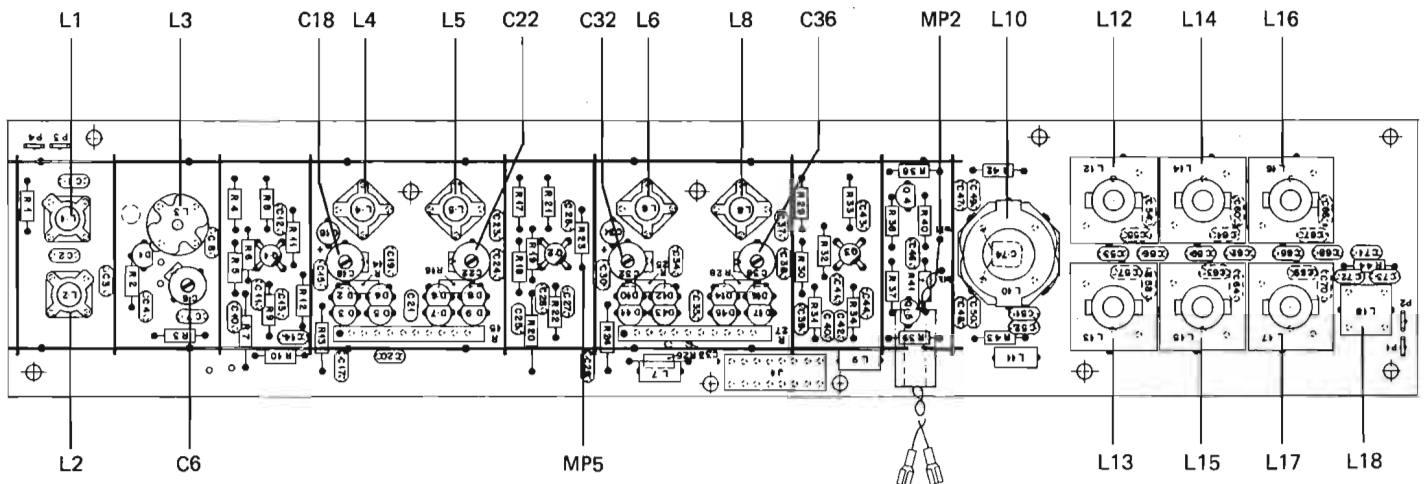
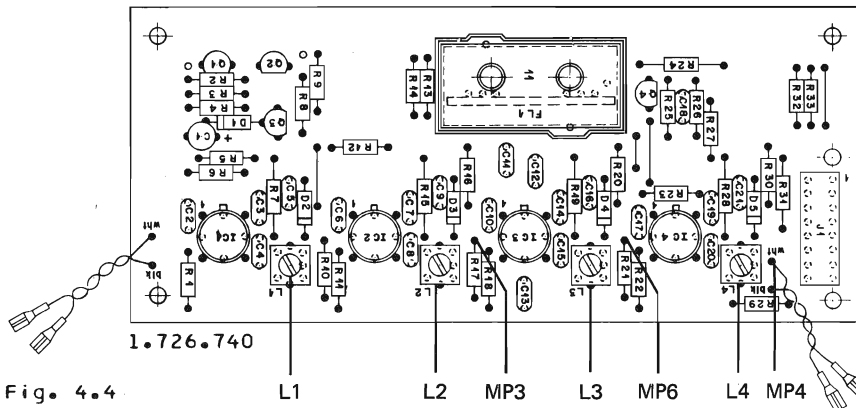

Fig. 4.3
Fig. 4.4
- Raccordez le fréquencemètre au point de mesure MP4 (câble blanc, 1.726.740, fig. 4.4).
- Raccordez le voltmètre HF au point de mesure MP3 (R17, IC3 broche 1, 1.726.740, fig 4.4).
- Pressez la touche de station 2 (90 MHz). Réglez L3 à L6 et L8 au maximum de tension lu sur le voltmètre HF (fig. 4.3).
- Raccordez le voltmètre HF au point de mesure MP3 (R17, IC3 broche 1, 1.726.740, fig. 4.4).
- Raccordez le fréquencemètre au point de mesure MP4 (1.726.740, fig. 4.4).
- L10/L12/L13 à L18 (1.726.730, fig. 4.3) et L1/L2 (1.726.740, fig. 4.4) doivent être alignés sur une déviation maximale du voltmètre HF. Les bobines s'influençant mutuellement, répétez plusieurs fois le réglage.
- Si les valeurs préconisées ne peuvent être atteintes, il y a lieu de modifier le réglage des noyaux L10 et L12 à L17 (1.726.730, fig. 4.3) jusqu'à ce que les tolérances nominales soient atteintes. On procédera éventuellement à une correction avec tous les noyaux.
- Reliez le voltmètre HF au point de mesure MP6 (R21, IC4 broche 1, 1.726.740, fig. 4.4) et alignez L3 au maximum de tension.
- Reliez le voltmètre HF au point de mesure MP4 et alignez L4 au maximum de tension (fig. 4.4).